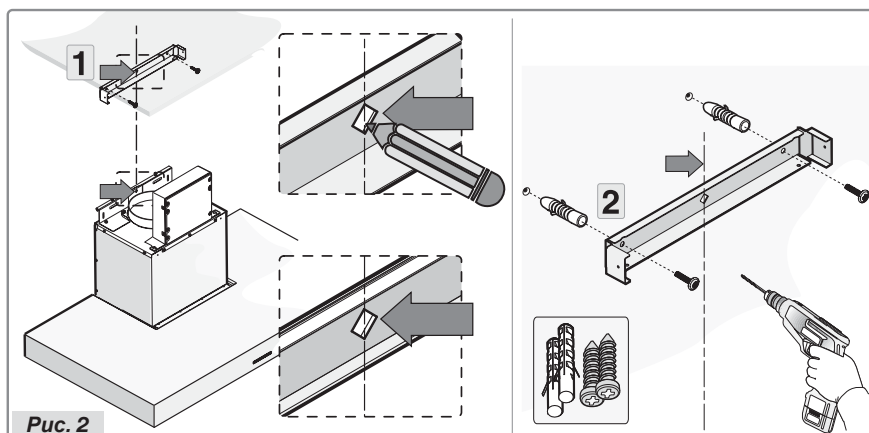

Рис. 2
– Расположите кронштейн в соответствии с указанными на рисунке А размерами, после чего зафиксируйте кронштейн с помощью винтов и дюбелей, которые входят в комплект (рис.2).